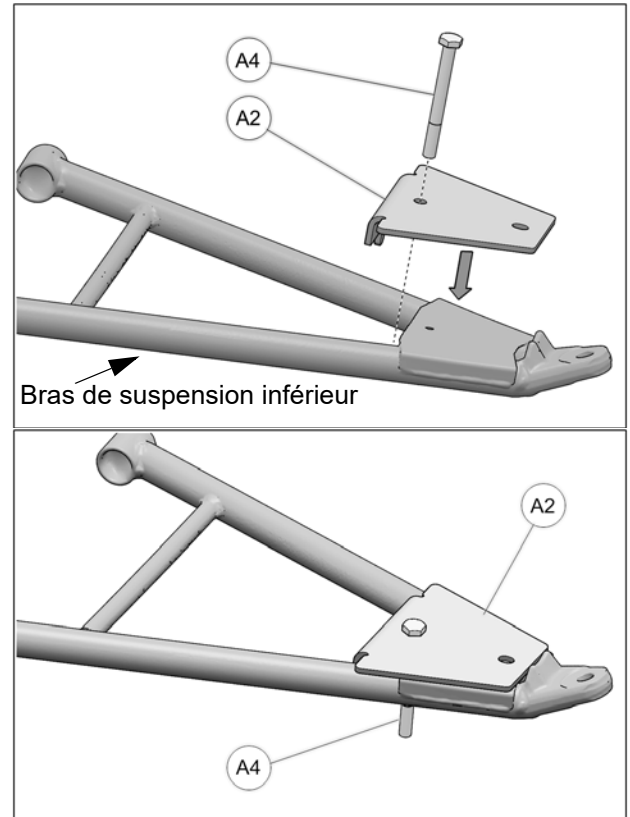

Fig. 14
5. Insérer le boulon M10x100mm (A4) dans le trou à l'arrière de la partie supérieure de l'ancrage (A2) et positionner ce sous-ensemble sur le bras de suspension inférieur. Voir la Fig. 14